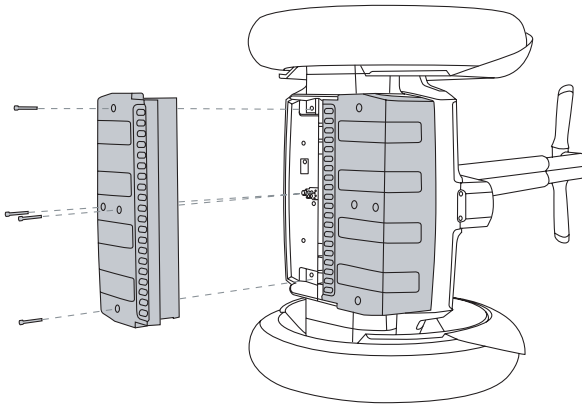

Abbildung 36. Wiedereinsetzen der Akkus
2. Setzen Sie einen der Akkus mit der abgerundeten Seite nach außen auf das Unterteil (siehe **Abbildung 36**).